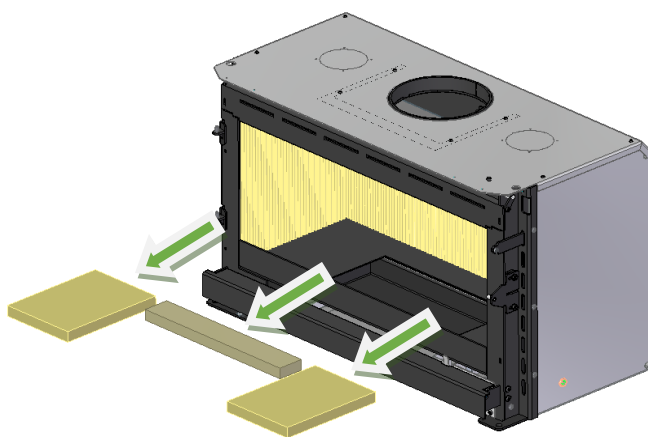

Figura 39 – Retirada del fondo de vermiculita
2. Retire los 3 trozos de vermiculita del fondo moviéndolos hacia arriba y sacándolos del equipo, Figura 39.